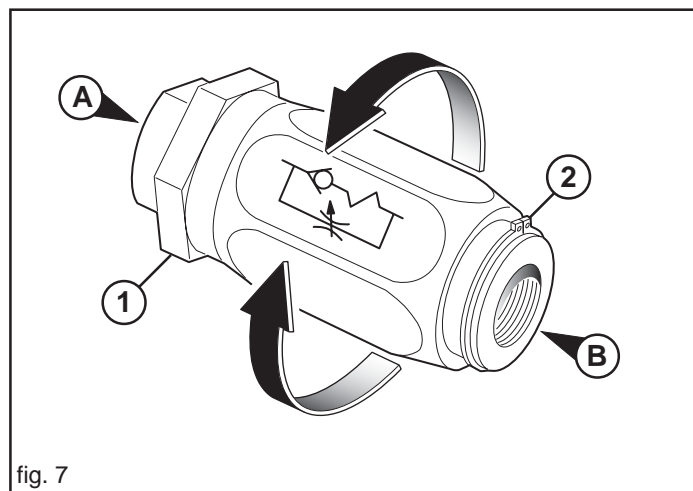
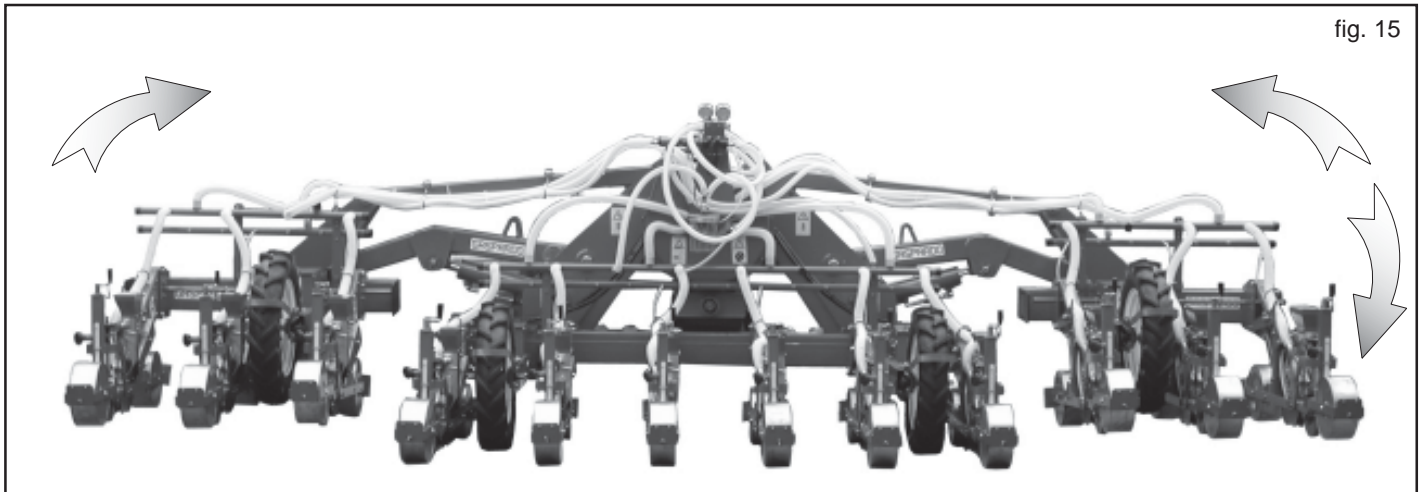
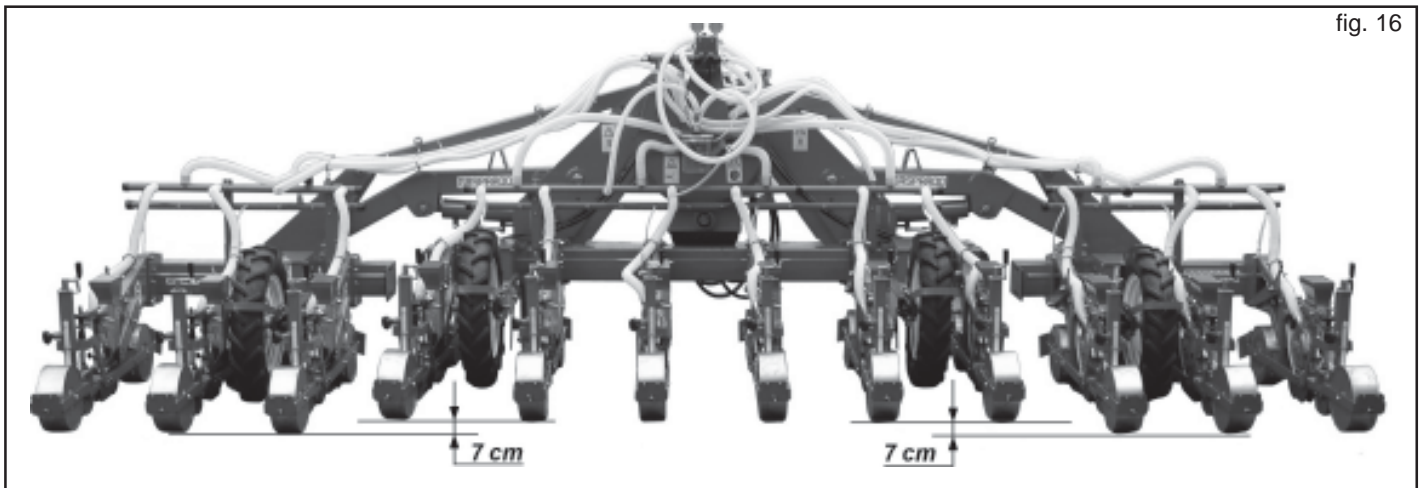

fig. 7
fig. 15
fig. 16
Gli impianti oleodinamici in dotazione sono integrati con regolatori di flusso unidirezionali (Fig. 7) che permettono di regolare la quantità d'olio, in apertura o in chiusura secondo il senso di montaggio degli stessi.
Allentare la ghiera di bloccaggio (1 Fig. 7) e ruotare la manopola (2 Fig. 7) per la regolazione. Ultimata la regolazione, serrare nuovamente la ghiera di bloccaggio.
Il telaio della macchina permette di ripiegare con sistema oleodinamico le estremità laterali (Fig. 15), sulle quali vengono portati gli elementi di semina, riducendone l'ingombro stradale. Le parti a ripiegamento oleodinamico della seminatrice sono flottanti e permettono di lavorare in terreni non perfettamente pianeggianti. Le parti laterali del telaio, infatti, possono scendere rispetto a quella centrale di circa 7 centimetri (Fig. 16). Esse sono movimentate da cilindri oleodinamici a doppio effetto indipendenti tra loro. Per regolare la velocità di salita e discesa dei telai laterali è necessaria la regolazione della valvola posta su ciascun tubo oleodinamico di mandata, come indicato al capitolo 3.1. (Fig. 7).
- 6) Azionare l'impianto oleodinamico per aprire il telaio (Fig. 15), tenendo la seminatrice sollevata dal suolo.